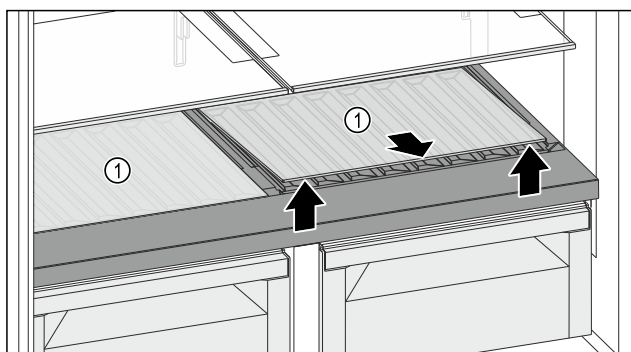

Fig. 120
- Podignite jednu staklenu ploču ili obje staklene ploče Fig. 120 (1) na otvoru sprijeda i izvadite ju/ih.
- Čuvajte staklenu(e) ploču(e) Fig. 120 (1) na sigurnom izvan uređaja.